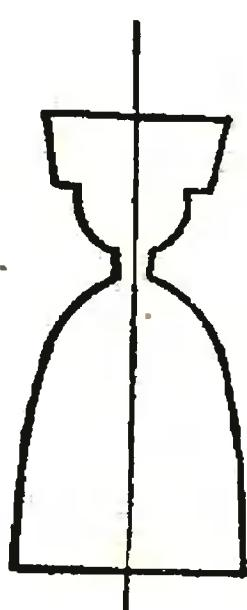

Рис. 3.
**МАЛЬЧИК В КАВКАЗСКОМ КОСТЮМЕ** (рис. 3) И **ДЕВОЧКА С КОСИЧКАМИ** (рис. 4). Обе фигурки вытаскиваются из одной заготовки по указанным профилям. Косички девочки вы можете либо вставить в просверленные дырочки, либо укрепить на шпильке.